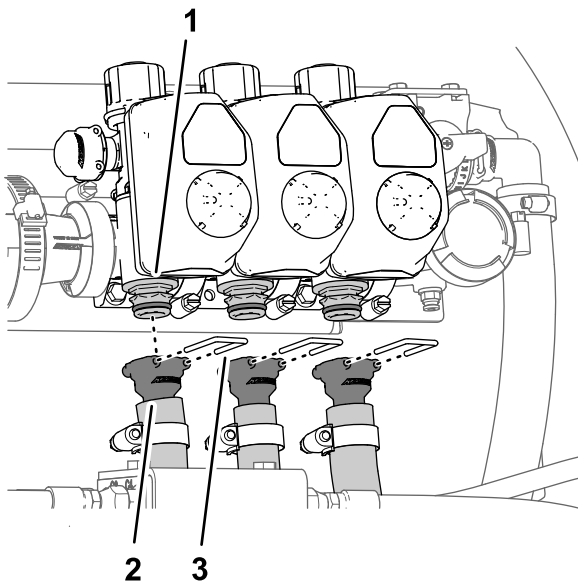

Figure 39
6. Déposez les étriers qui fixent les raccords droits cannelés aux raccords rapides des vannes de section de rampe gauche, centrale et droite (Figure 39).
7. Débranchez les flexibles des vannes de section de rampe gauche, centrale et droite de la machine (Figure 39).